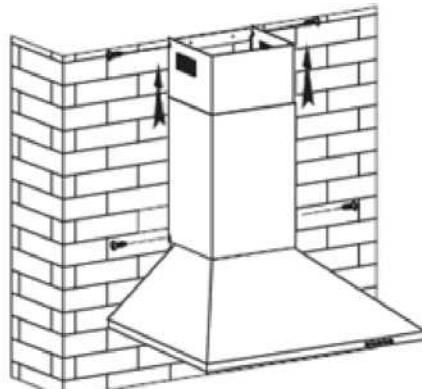

Abb. 6
- Passen Sie die Höhe des Innenabzugs entsprechend der Position der Innenabzug- Halterung an und befestigen Sie ihn mit Schrauben. Siehe Abb. 6